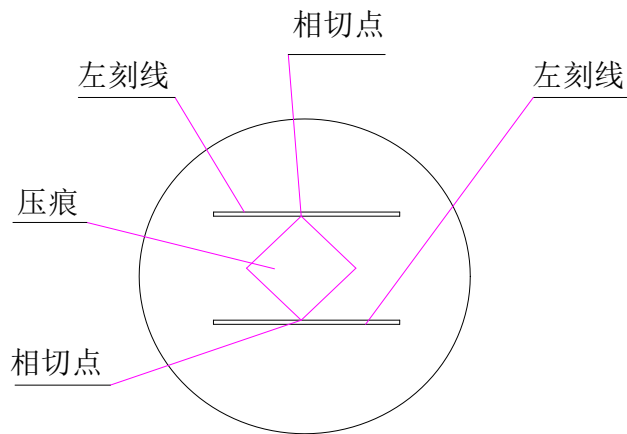

图 7
转动目镜(7) 90° ，以上述的方法测量另一对角线长度 d_2 图 7，